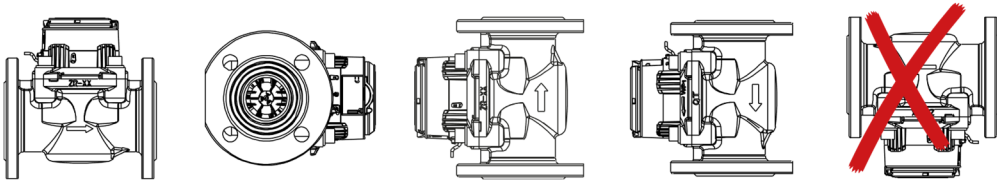

Рис. 4. Лічильник типу WPD... може бути змонтований як на горизонтальній, так і на вертикальній ділянках трубопроводу
Турбінний лічильник води типу WPD...(DN50-DN150) з фланцевим приєднанням призначений для комерційного обліку води, в тому числі питної, в системах водопостачання, та різних системах водоспоживання. Тип лічильника – турбінний, сухого типу. Максимальний робочий тиск 1,6 МПа (16 бар). Лічильники типу WPD... призначені для монтажу на напірному горизонтальному (H) або вертикальному трубопроводі (V) (Рис. 4). Лічильник підготовлений під встановлення імпульсного виходу або радіо (LoRaWAN або wM-Bus) накладки або M-Bus накладки, для подальшої комунікації з різними системами дистанційного зчитування даних з лічильників води. Даний лічильник має захист від зовнішнього магнітного поля, а конструкція показувального пристрою захист від проникнення твердих предметів, пилу та води (можна встановлювати в місцях з високою вологістю, під землею або у шахтах, які можуть затоплюватися; забезпечує надійну роботу у складних умовах, де є ризик потрапляння води (наприклад, у колодязях чи трубопроводах)). Ціна імпульсу залежить від типу датчика та діаметру лічильника.